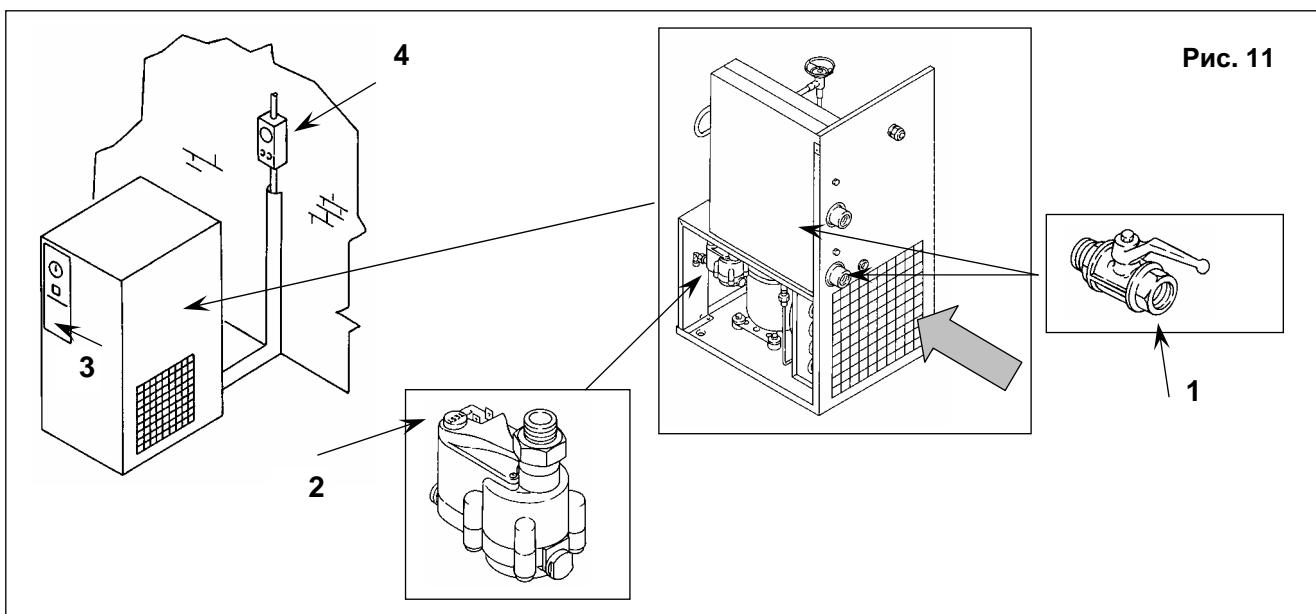

Рис. 11
- Закройте кран 1 (рис. 11).
- Сбросьте давление в осушителе, нажав кнопку TEST дренажа конденсата, расположенную на водоотводчике 1 (рис. 11).
- Выключите машину кнопкой 3 (рис. 11).
- Включите автоматический дифференциальный выключатель подачи 4 (рис. 11).